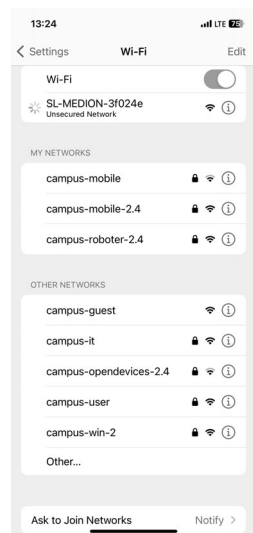

Fig. 9
- ▶ Attendere che venga stabilita la connessione con la rete selezionata. Il processo di associazione è caratterizzato da un’animazione accanto al nome della rete (fig. 9).